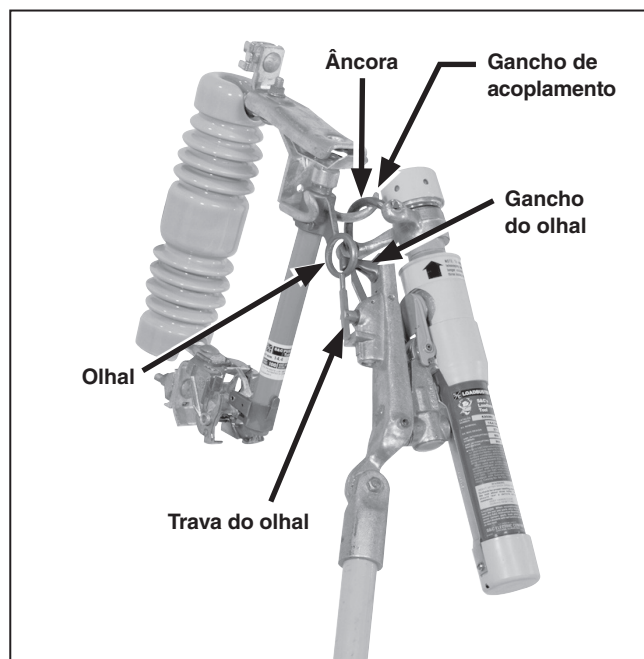

Figura 7. Ferramenta Loadbuster conectada a uma Chave Fusível Tipo XS da S&C, distribuição externa.
- PASSO 2.** Faça o acoplamento da ferramenta Loadbuster de forma alinhada pela parte frontal da chave fusível e engate a âncora, localizada na parte superior da ferramenta Loadbuster, sobre o gancho de acoplamento, no lado mais distante da chave fusível. Ver Figura 7.